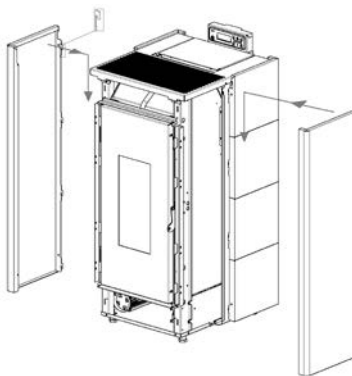

Fig. 39 - Haak de panelen vast
- Haak de gekleurde panelen vast: zet het voorste deel vast tussen de geleiders die op de kachel aanwezig zijn, haak ze vervolgens achter vast met behulp van de tandjes (zie **Fig. 39**).